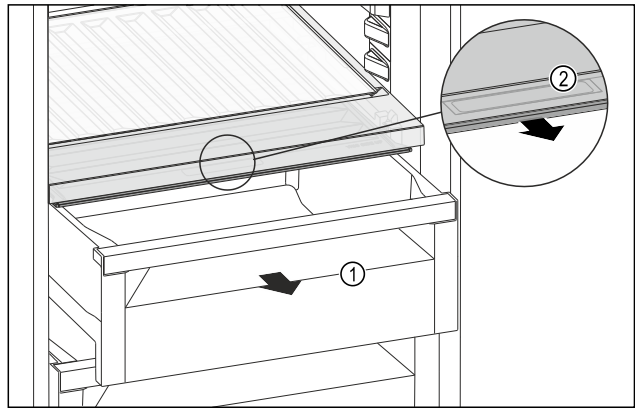

Fig. 262
- ▶ Schubfach Fig. 262 (1) herausziehen.
- ▶ Griffmulde Fig. 262 (2) am Fachdeckel anfassen und Fachdeckel gleichzeitig nach vorne ziehen.